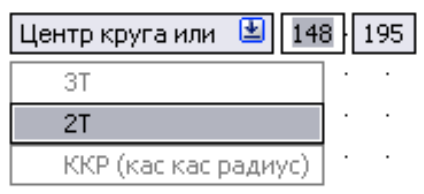

Рис. 1.42. Вызов опций **2 точки** команды **КРУГ**
2. Постройте вторую окружность диаметром 40 мм по двум точкам. Для этого нужно воспользоваться опцией **2 точки** подменю **Круг** падающего меню **Рисование** или кнопкой  в окне динамического ввода для доступа к списку опций команды (рис. 1.42).
Центр круга или: Выберите при помощи кнопки  пункт ЗТ (рис.1.42).